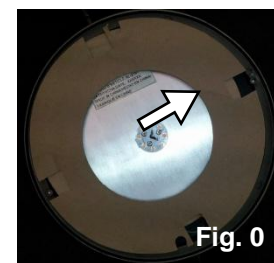

Fig. 0
- Remueva el anillo de cartón y reemplace la **cubierta** sobre el **armazón** y asegúrelo con los **ornillos del armazón**. (Fig. 0)